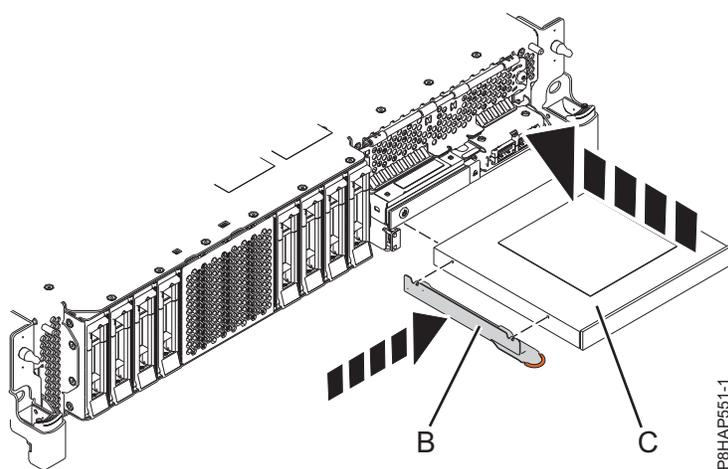
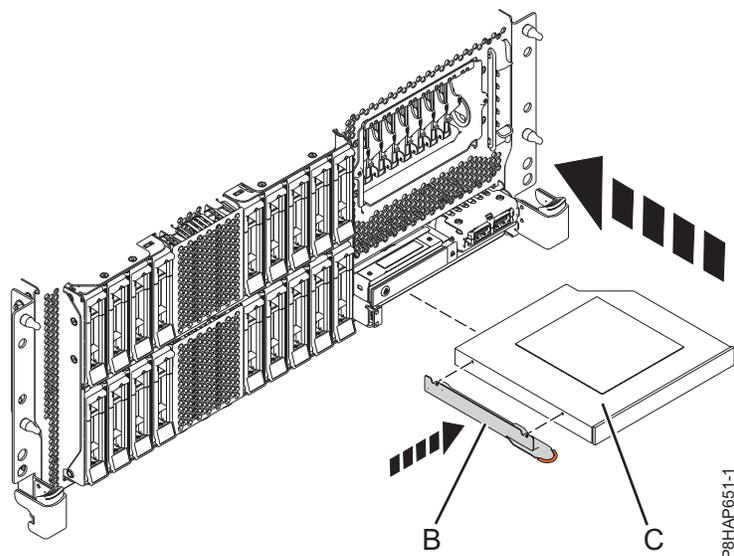
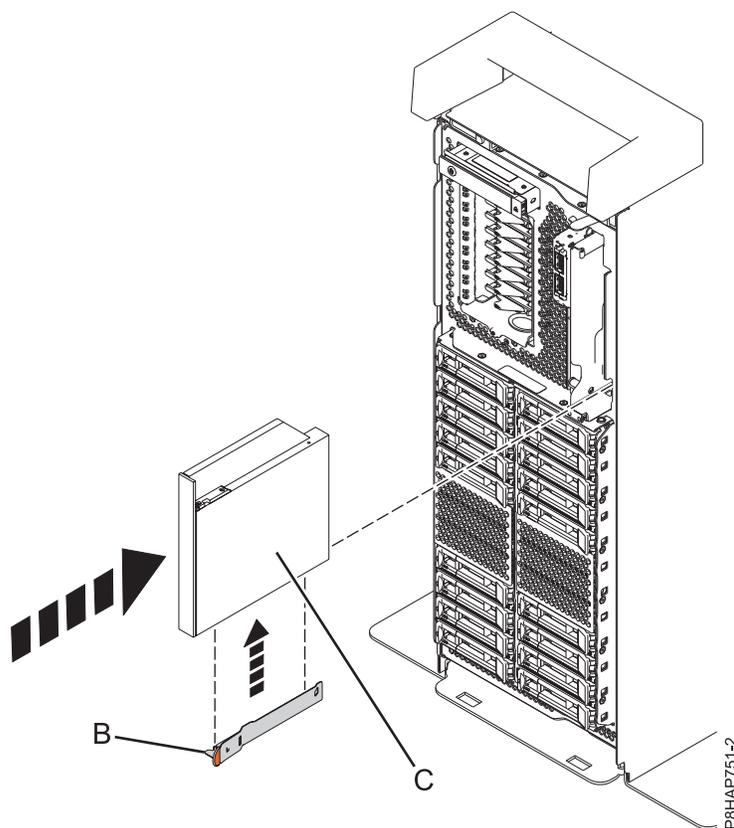

Figura 43. Substituir um Dispositivo de suporte Slimline num sistema 8284-21A ou 8284-22A
Figura 44. Substituir um Dispositivo de suporte Slimline num sistema montado em bastidor 8286-41A ou 8286-42A
Figura 45. Substituir um Dispositivo de suporte Slimline num sistema autónomo
5. Obtenha o suporte de fixação (B) que removeu do Dispositivo de suporte Slimline avariado.
6. Anexe o suporte de fixação (B) ao novo Dispositivo de suporte Slimline, conforme demonstrado em Figura 43 na página 52 para um sistema 8284-21A ou 8284-22A, Figura 44 na página 53 para um sistema montado em bastidor 8286-41A ou 8286-42A ou Figura 45 na página 53 para um sistema autónomo 8286-41A.
7. Alinhe o dispositivo de suporte Slimline (C) com o compartimento do suporte e apoie a parte inferior do dispositivo enquanto o desliza até estar meio dentro do sistema. Não force mais o dispositivo pois este poderá ser instalado fora de sequência.
Para um sistema 8284-21A ou 8284-22A, consulte Figura 43, para um sistema montado em bastidor 8286-41A ou 8286-42A, consulte Figura 44 na página 53 ou para um sistema autónomo 8286-41A, consulte Figura 45 na página 53.